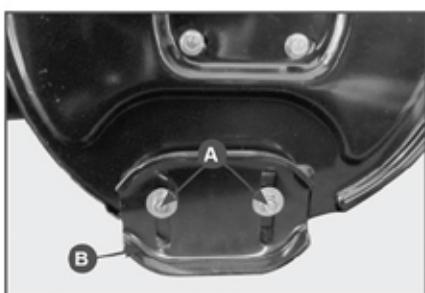

Рис. 24 Регулировка высоты забора снега
2. Ослабьте гайки крепления полозков (A), Рис.24 и установите полозки (B) на необходимую высоту. Снова затяните гайки.